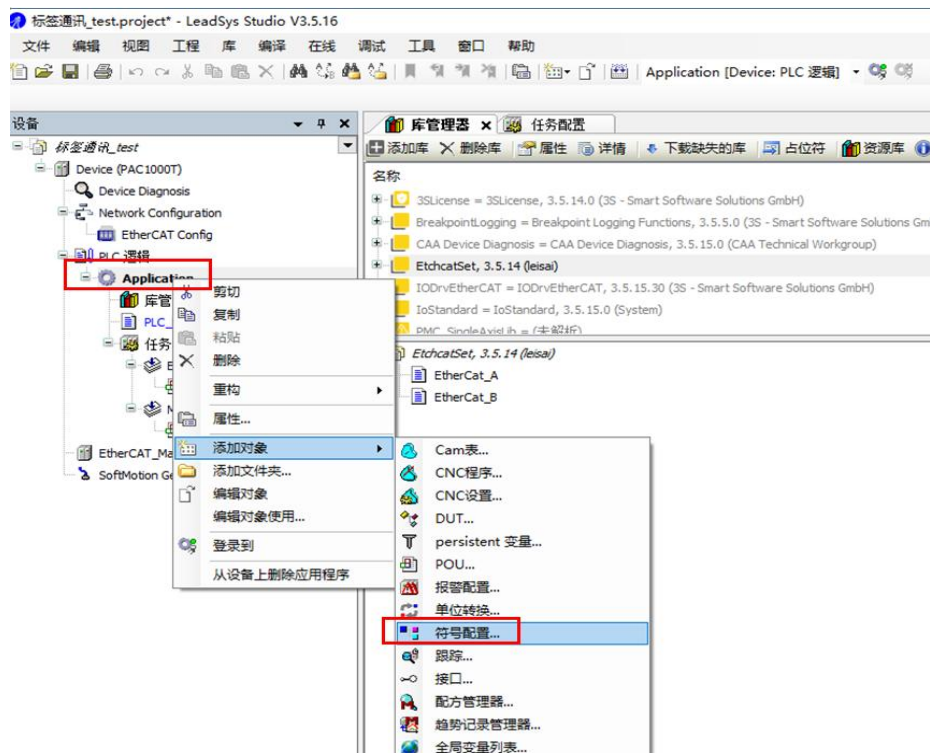

图 13.41 添加“符号配置”
- 1) 在当前工程左侧树中选中“application”，鼠标右键后，点“添加对象”，选“符号配置”。如图 13.41 所示。